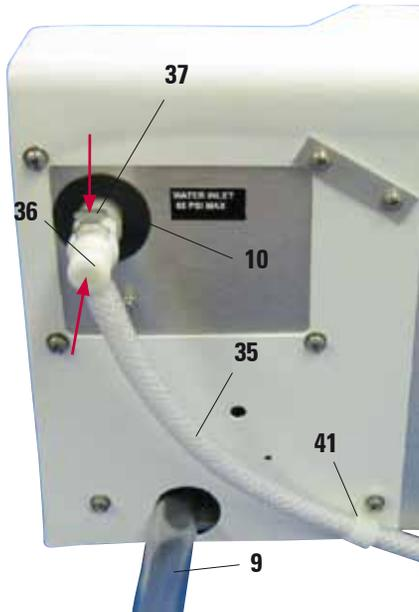

Fig. 21
- Relier le tuyau d'écoulement (9) à un réservoir collecteur ou un bassin d'écoulement. Il faudra veiller à ce que le tuyau ne soit pas plié et à ce que l'eau puisse s'écouler sans entrave en suivant un angle de déclivité.
- Raccorder ensuite l'amenée d'eau (35) à l'automate de coloration.
- Pour cela, enfoncer le raccord (36) dans l'entrée (10) de l'appareil jusqu'au clic. Pour retirer le tuyau, appuyer sur le dispositif de séparation (37) et retirer le raccord.
- Fixer le tuyau à l'unité à l'aide du collier (37), à l'emplacement indiqué sur la fig. 21.